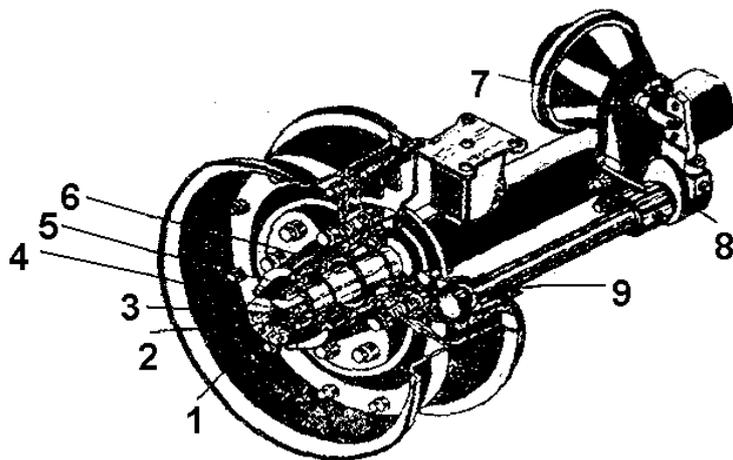

Рис. 5. Полуось с колесами и тормозами.
Регулировка подшипников ступиц колес (рис.5) производится при наличии люфта в подшипниках или при тугей затяжке подшипников.
5.4.1. Регулировка тормозов колес (рис.5) производится через 240 часов, а при необходимости и раньше.